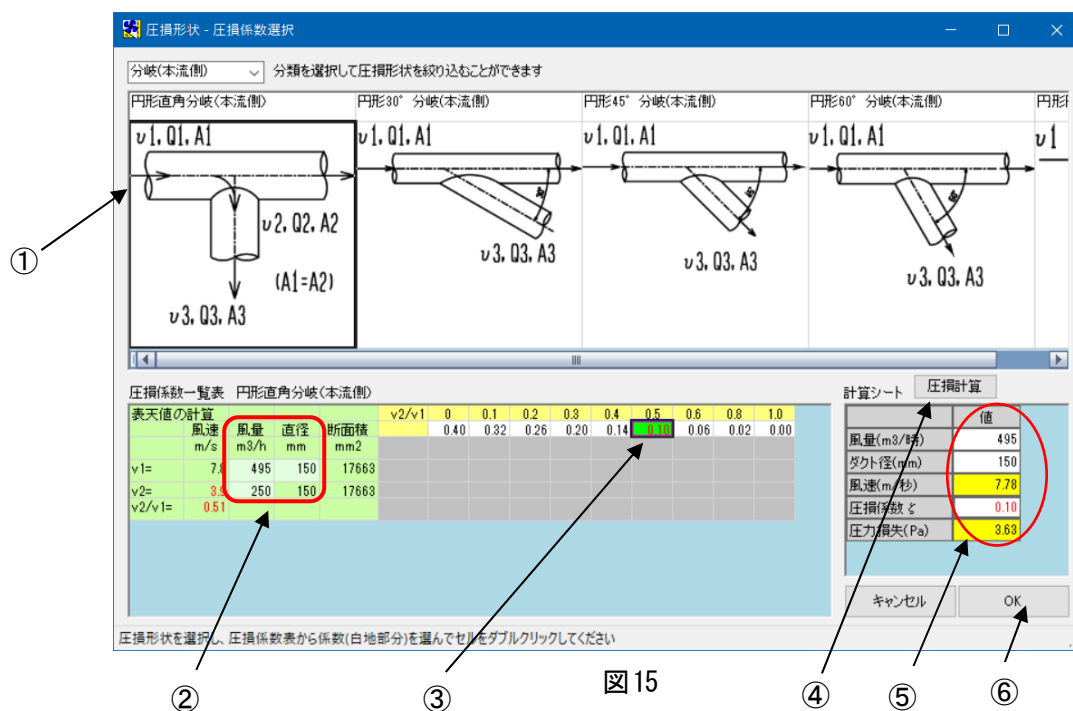

図 15
- ・ 圧損形状 (図 15-①) を選択し、クリックします。
- [風量]・[直径] (図 15-②)を確認、入力します。
- 計算された圧損係数が局部圧損係数表 (図 15-③)に赤く表示されます。
- 係数 (図 15-③)をダブルクリック、又は[圧損計算]ボタン (図 15-④) をクリックします。
- 計算シート (図 15-⑤)に各値が表示されます。[OK]ボタン (図 15-⑥) をクリックします。